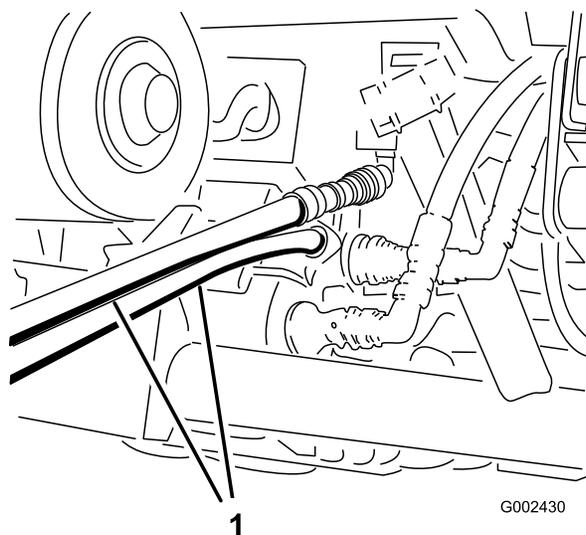

Figura 86
4. No outro veículo, ligue as 2 mangueiras ao acoplador que ainda se encontra no suporte de acoplamento (ligue a mangueira superior ao acoplador superior e a mangueira inferior ao acoplador inferior como se mostra na Figura 86).